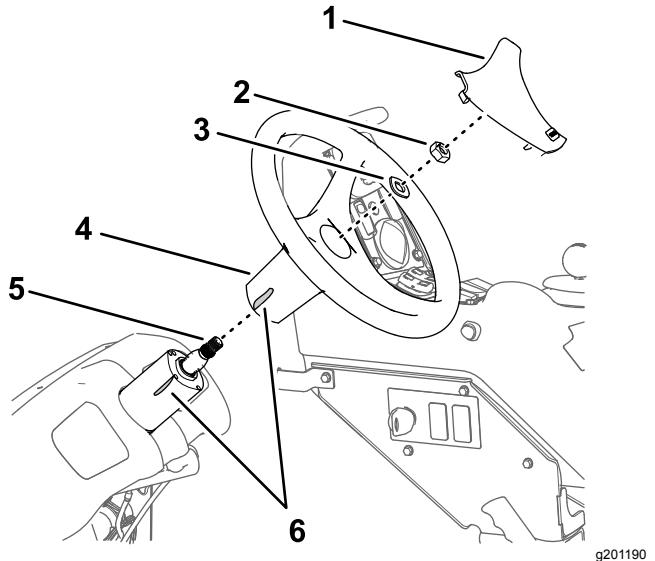

Figure 161
1. Avec un morceau de ruban adhésif, repérez la position du volant par rapport à la valve de direction (Figure 161).
2. Déposez le couvre-moyeu du volant (Figure 161).
3. Retirez l'écrou (5/8") et la rondelle (5/8") qui fixent le volant à la valve de direction, et déposez le volant (Figure 161).